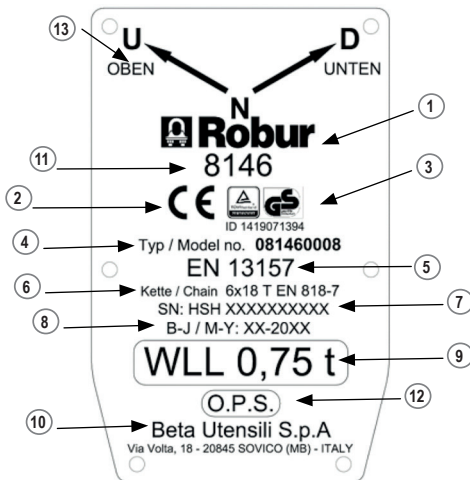
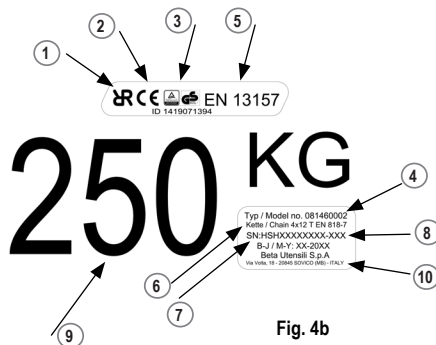

Fig. 4a
Fig. 4b
Todas as informações do guincho estão contidas numa placa de dados fixada no próprio guincho (Fig. 4a - Fig. 4b).
** Para alturas de elevação diferentes daquelas indicadas na tabela das especificações técnicas, o número de modelo indicado na placa de dados na Fig.4a e 4b é sempre aquele relativo ao modelo com altura de elevação testada pelo TÜV, ou seja, 1,5 m. Nesses casos é também aplicada uma outra placa de dados próxima do fim de curso inferior. A altura de elevação e, portanto, o comprimento da corrente, não influem para fins de cumprimento da norma.